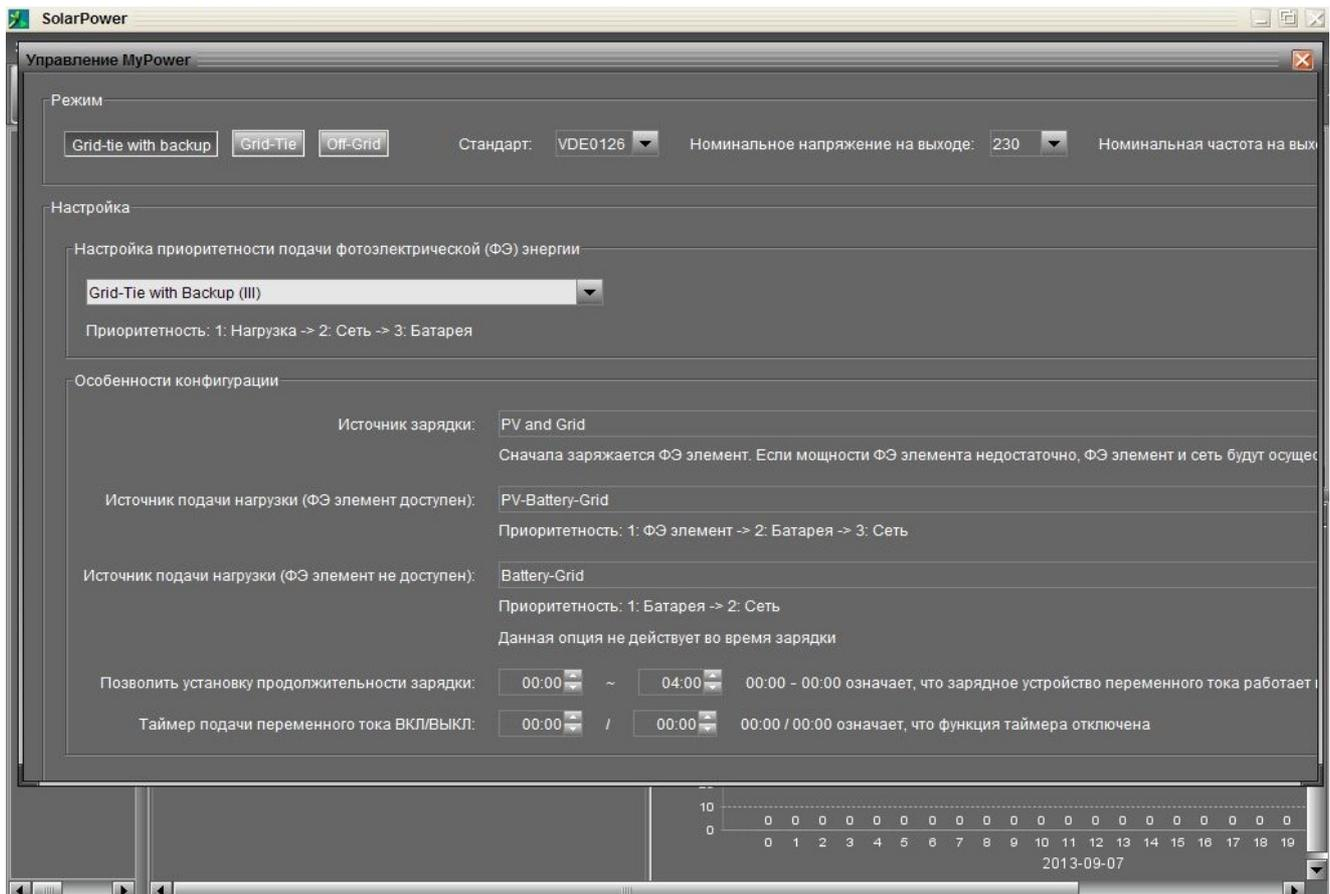

Рис. 11-3. Режим *Grid-tie with backup (III)*
- **Grid-tie with backup (III)** (см. рис. 11-3):